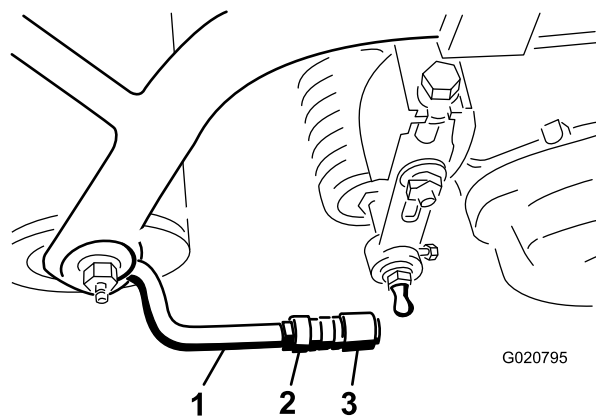

**Figure 7**
5. Alignez les douilles de rotule de sorte que le côté ouvert soit centré vers la tige de rotule, puis serrez les écrous de blocage pour fixer les douilles en position (Figure 7).